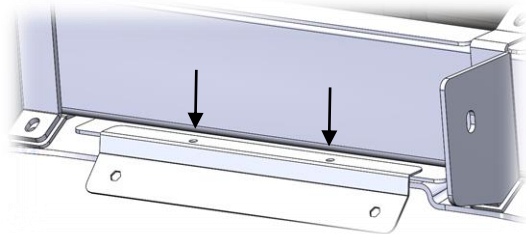

Рис.18
14.** Снять передний кронштейн крепления защиты и установить вместо него кронштейн из комплекта бампера. Закрепить его болтами М8х20 (рис.18).